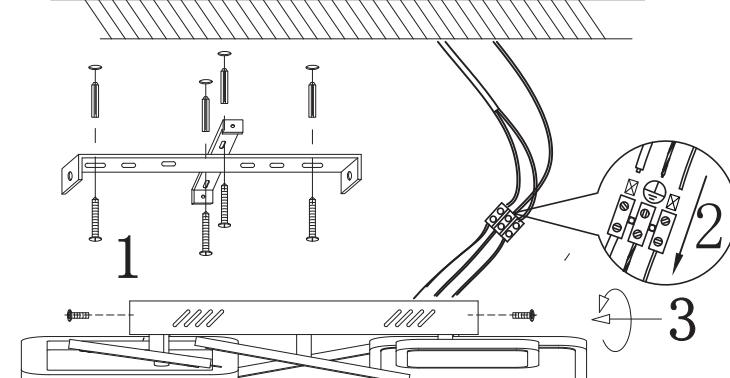

Рис.4
## 3. Установка и подключение (см. Рис.4)
**ВНИМАНИЕ!** Для натяжных потолков необходимо предварительно установить под него специальную закладную (твердую поверхность, закрепленную на бетонное перекрытие). (см. Рис.4 [1])
3.5. С помощью специальных крепежных элементов (в комплекте) надежно зафиксируйте светильник на монтажной скобе. (см. Рис.4 [3])